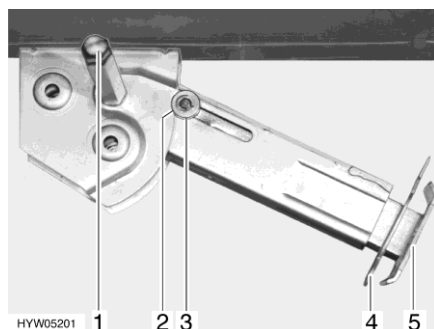

Fig. 42 Vérin stabilisateur
- Placer la clé à pipe sur l'écrou à six pans (Fig. 42,1) et tourner jusqu'à ce que le vérin stabilisateur soit en position verticale vers le bas.
- Retirer la goupille (Fig. 42,4) de la rallonge du pied d'appui (Fig. 42,5).
- Placer la clé à pipe sur l'écrou à six pans (Fig. 42,1) et tourner jusqu'à ce que le vérin stabilisateur se dégage du sol.
- Rentrer complètement la rallonge du pied d'appui (Fig. 42,5) et insérer la goupille (Fig. 42,4) dans le trou prévu à cet effet.
- Tourner la clé à pipe sur l'écrou à six pans (Fig. 42,1) jusqu'à ce que le vérin stabilisateur ait pivoté vers le haut et le disque de guidage (Fig. 42,3) soit complètement rentré dans l'encoche (Fig. 42,2).